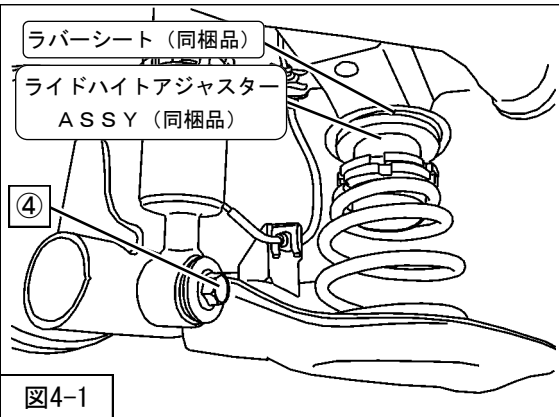

図4-1
1. アクスルビームをジャッキで下から支えながら P 6 「サスペンションASSY構成図」を参考に、ラバーシート (同梱品) ライドハイトアジャスターASSY (同梱品) リアスプリング (同梱品) ロアラバーシート (純正部品) を車両に取付けてください。(図4-1)
4. ④リアショックアブソーバASSYロア取付ボルト (締付トルク : 98N・m) を使用して、リアショックアブソーバASSYを車両に取付けてください。(図4-1)